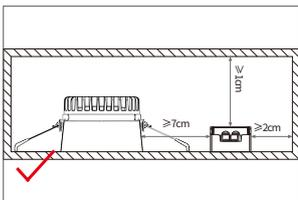

图5
- 驱动器离发热体(如灯具散热器)应该保持一定的距离，推荐间隔距离应 $\geq 7\text{cm}$ (如图5)。